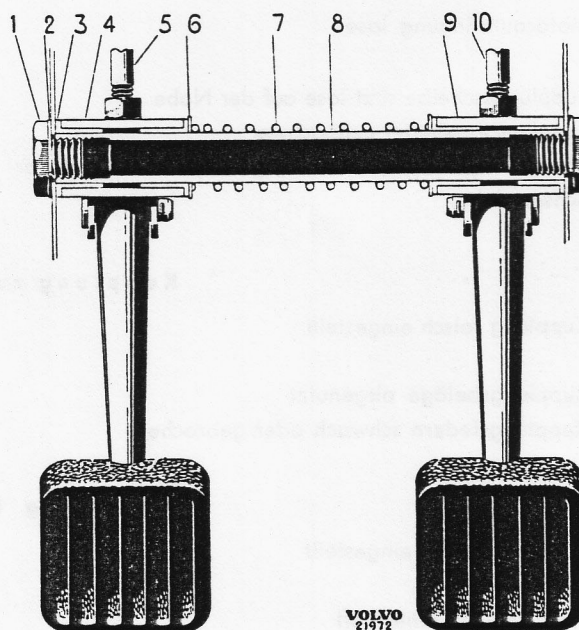

Bild 2-20. Fusshebelwelle, frühere Ausführung
1. Splinte und Bolzen an den Fusshebeln entfernen, Rückzugfedern aushängen. Schraube und Mutter für Fusshebelwelle (8. Bild 2-20) lösen, (nur neuere Typen, frühere Serien hatten 2 Schrauben). Fusshebel (4 u. 9) und Welle abnehmen.
2. Buchsen (3) mit passendem Treibdorn heraus schlagen. Neue Buchsen einpressen.